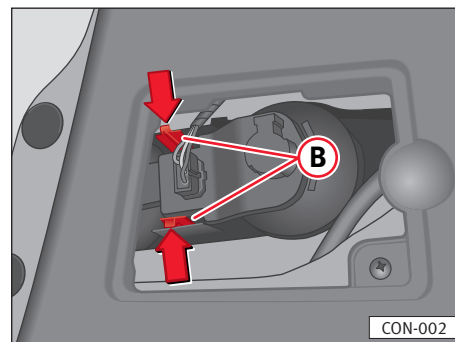

Fig. 158
- A seguir, pressionar as pegas ⇒ fig. 158 B do porta lâmpadas e extrair este último.